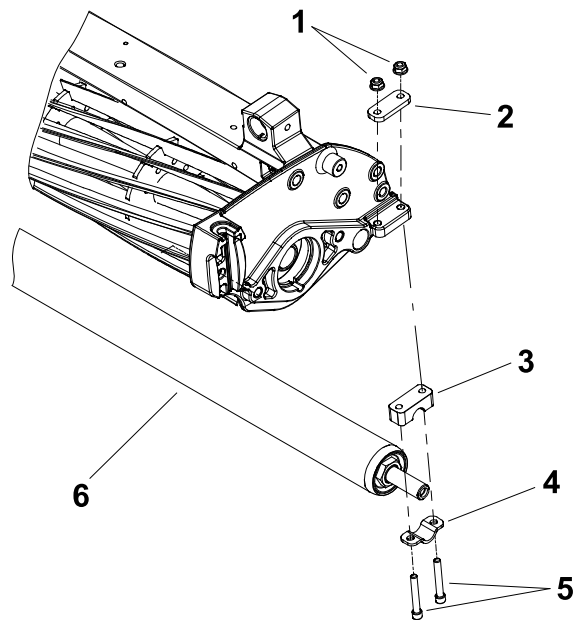

Bild 9
4. Führen Sie die folgenden Schritte aus, um die Heckrolle zu entfernen: Siehe **Bild 9**.